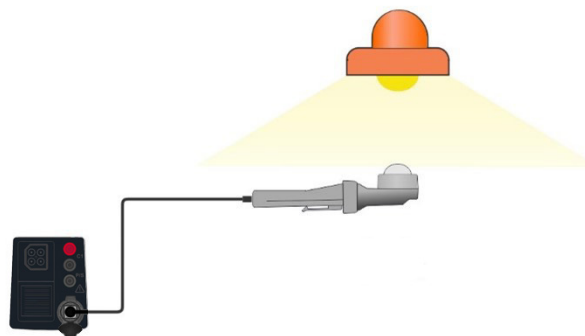

Abbildung 4.70: Positionierung des Beleuchtungsstärkesensors
- › Positionieren Sie den Beleuchtungsstärkesensor **Abbildung 4.70**. Stellen Sie sicher, dass der Beleuchtungsstärkesensor eingeschaltet ist.